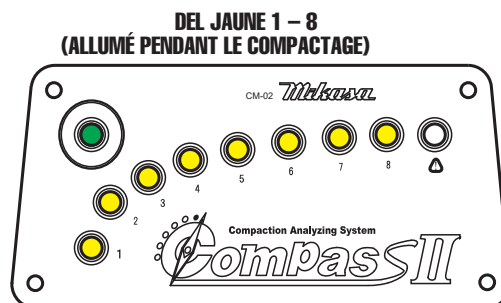

Figure 48. Affichage du panneau de capteur (Progression du compactage)
3. Au fur et à mesure que le compactage avance, le reste des DEL jaunes (2 à 8) s'allumera. Voir la Figure 48.